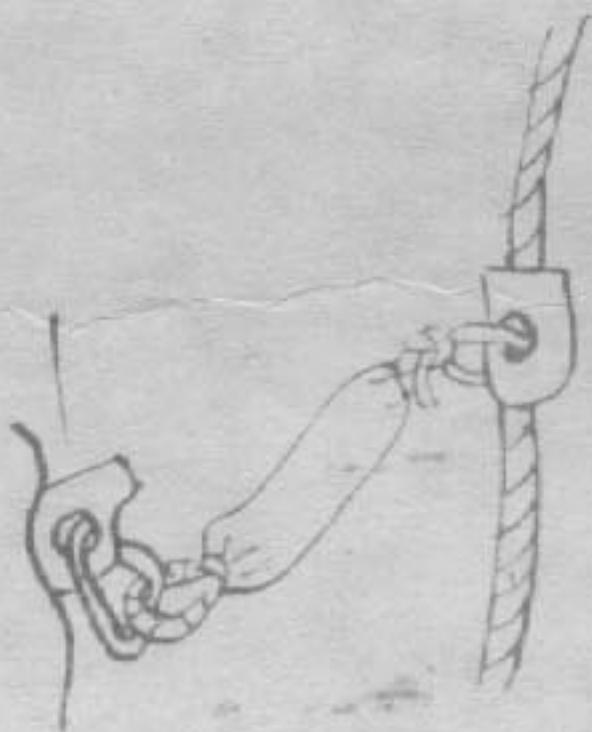

Рис. 9
6.1.5. Для увеличения, при необходимости, энергоёмкости страховки, страховка может осуществляться через схватывающий узел или зажим, закрепленные на крюке через амортизатор/Рис.9/.